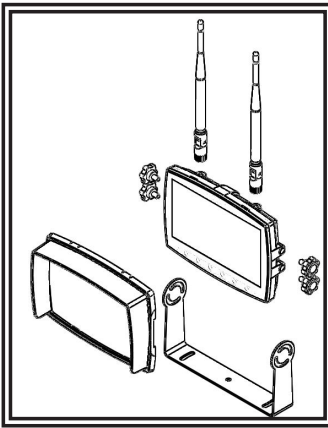

Abbildung 2
3. Bringen Sie den Monitor an der U-Halterung an, wie in Abbildung 2 gezeigt. Stellen Sie den Monitor so ein, dass Sie den besten Blickwinkel haben, und ziehen Sie dann die beiden Schrauben an den Enden fest.